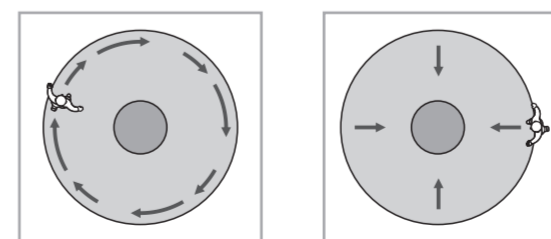

Abb. 19
- 5.3.4 Gehen Sie von außen her durch den Erfassungsbereich bzw. zum Melder hin, bis LED und Verbraucher sich für 2 s einschalten (s. Abb. 19).